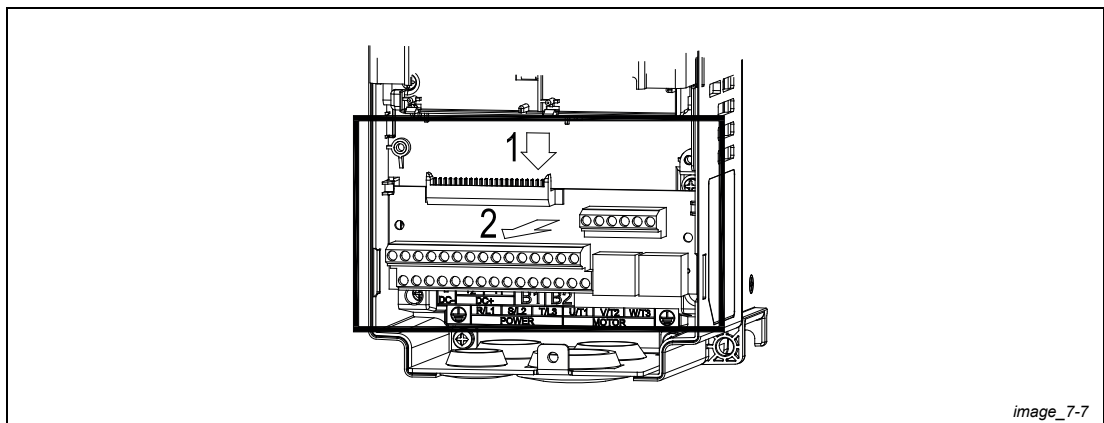

Abb. 7-7: Steuerplatine herausnehmen
- ② Drücken Sie die Steuerplatine ungefähr 6–8 cm nach unten, bis die obere Steckverbindung getrennt ist (Schritt 1 in Abb. 7-7). Nehmen Sie dann die Platine nach vorne heraus (Schritt 2 in Abb. 7-7).